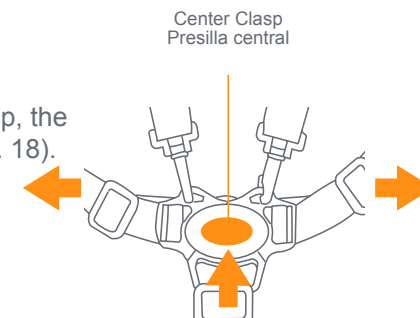

Fig. 18
- 18)** • To release, push button on center clasp, the two harness buckles will pop free (Fig. 18).
- Para soltarlas, presione el botón en la presilla central para destrabar las dos hebillas del arnés (Fig. 18).